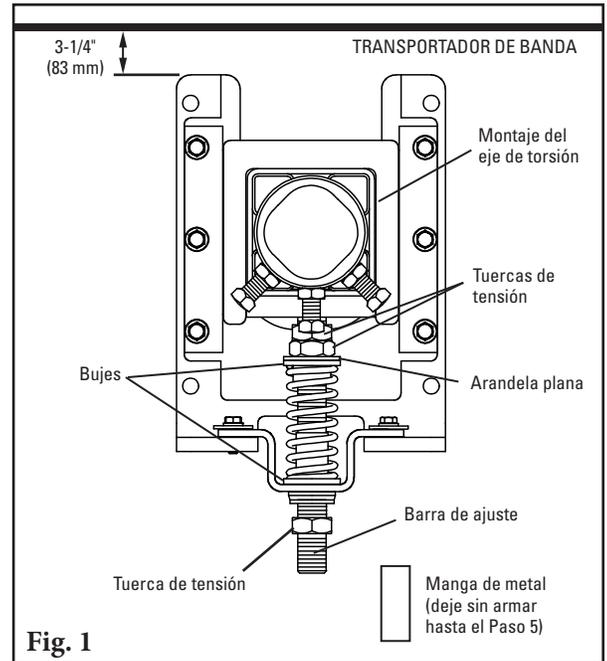

Fig. 1
- Configure de nuevo el tensor estándar al estilo de empuje.** Retire las 3 tuercas de tensión, la arandela plana, los 2 bujes, el resorte, la manga y el soporte de sombrero; arme de nuevo (Fig. 1) con 2 tuercas de tensión, la arandela plana, 2 bujes, el resorte y el soporte de sombrero en el extremo superior de la barra de ajuste. Agregue la 3ra tuerca de tensión en la parte inferior de la barra de ajuste, esto actuará como un seguro para la manga.
- Instale las bases de montaje del tensor.** Coloque las bases en la estructura o el chute para que las partes superiores de las patas de la base estén 3-1/4" (83 mm) debajo de la banda (Fig. 1).